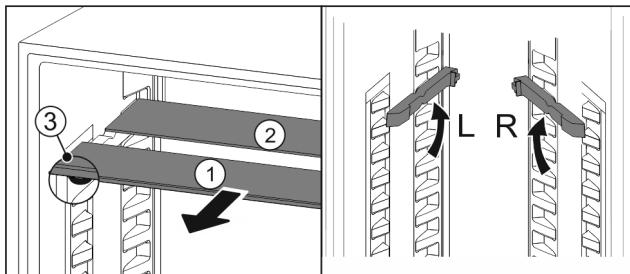

Fig. 76
- Vytiahnite sklené dosky jednotlivo dopredu Fig. 76 (1).
- Sklená doska Fig. 76 (1) s ozdobnou lištou leží vpred.
- Zarážky Fig. 76 (3) ukazujú nadol.